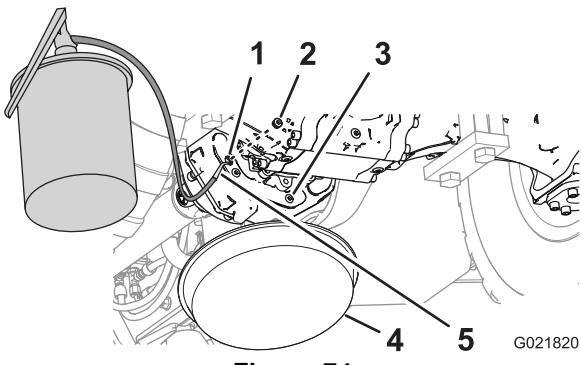

Figure 74
- Revissez un des bouchons dans l'orifice de vidange de la boîte de transmission (Figure 74).
6. Remplissez la boîte de transmission avec l'huile spécifiée par l'orifice du bouchon-indicateur jusqu'à ce que l'huile soit au niveau du filetage de l'orifice à la partie inférieure de l'orifice (Figure 74).
8. Revissez le bouchon restant dans l'orifice du bouchon-indicateur de la boîte de transmission (Figure 74).